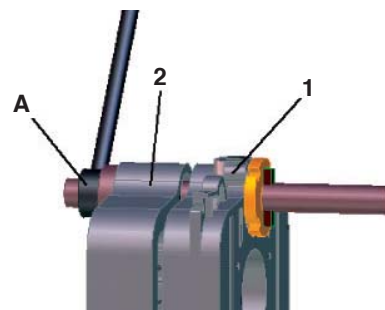

Рис. 7
- 8 Пропустите затягивающий инструмент (А) через отверстие двойного конуса, и слегка затяните его (рис. 7).